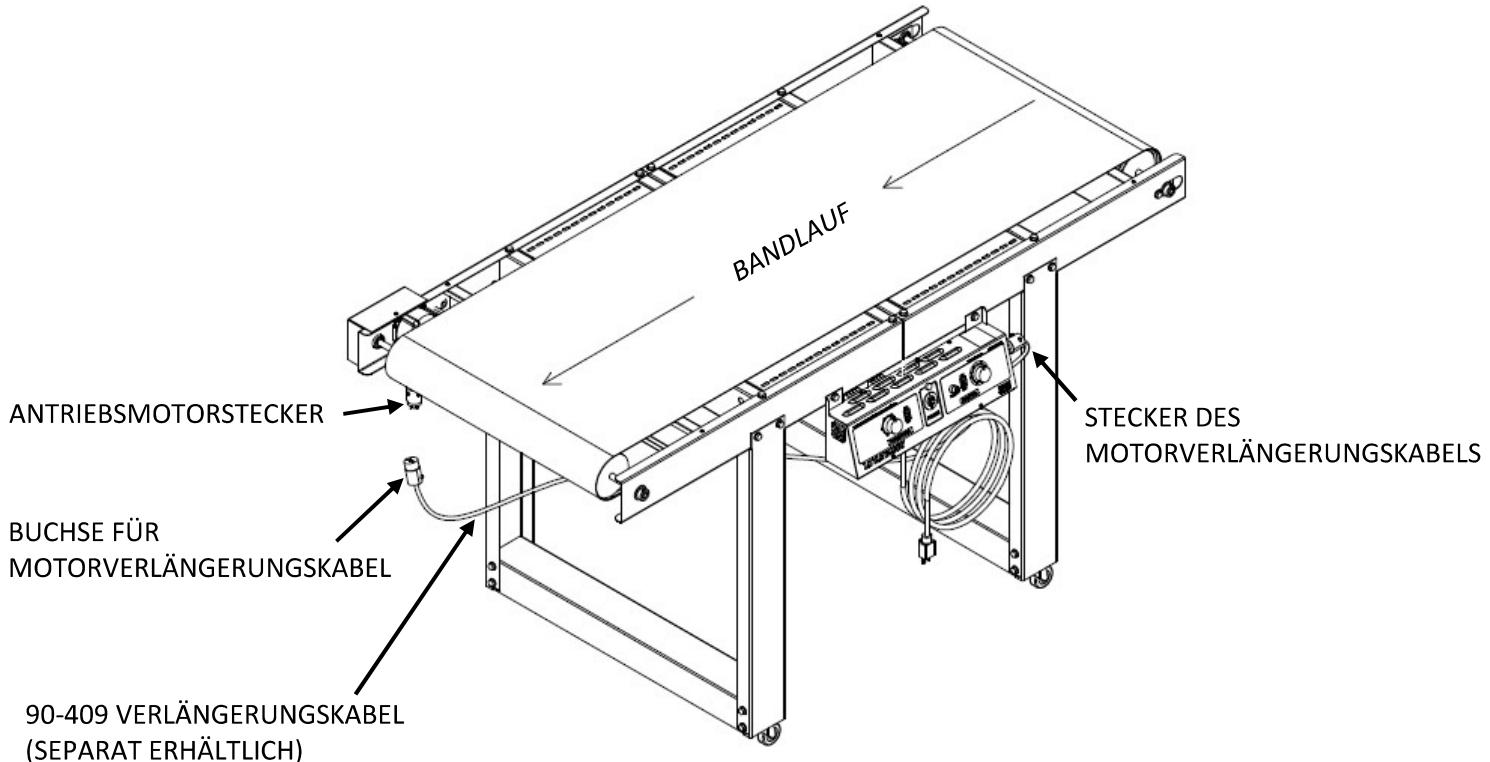

Abbildung 9
1. Verwenden Sie zwei **5/16-18 x 3/4L SCHRAUBEN**, um die Bedienkonsole am **FÖRDERER** zu befestigen (siehe Abbildung 9).